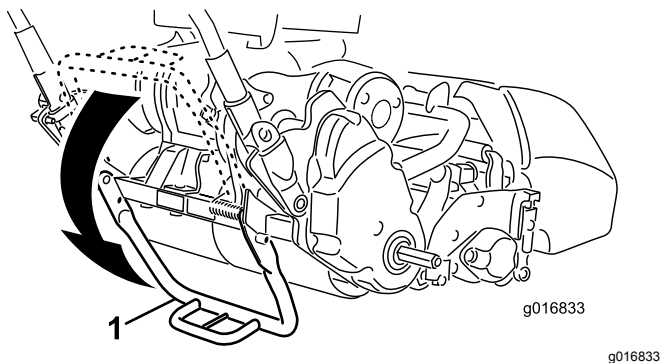

Bild 9
1. Treten Sie den Ständer in der Mitte des Ständers **mit dem Fuß nach unten** und ziehen das Gerät am unteren mittleren Maschinenholm hoch, bis der Ständer sich nach vorne über die Mitte gedreht hat (Bild 9).